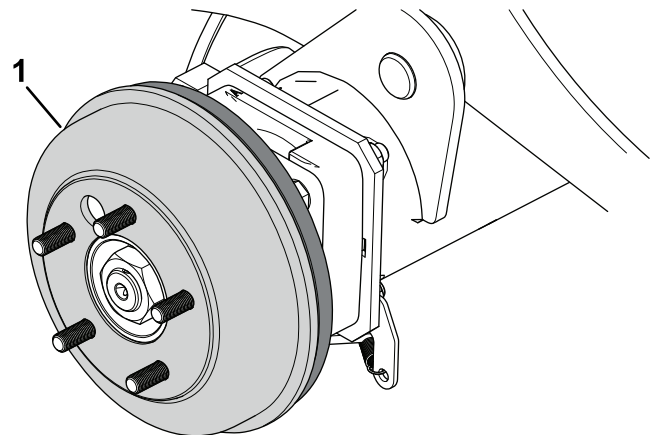

Figura 76
4. Retire los tambores de freno (Figura 76) a mano.